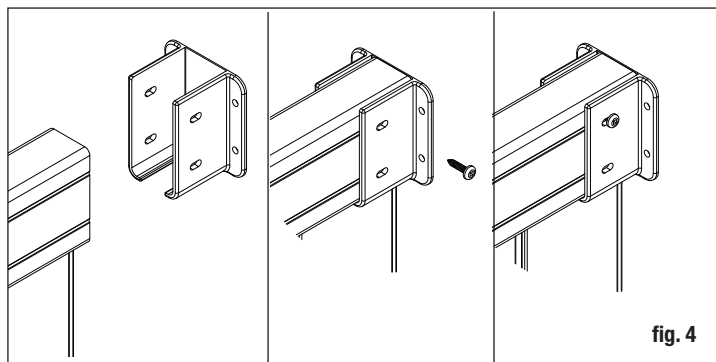

fig. 4
- Mientras sostienes el soporte en su lugar, instala un tornillo en uno de los orificios ranurados. Coloca el tornillo en el extremo de la ranura más cercano a la cara de montaje del soporte (fig. 4).